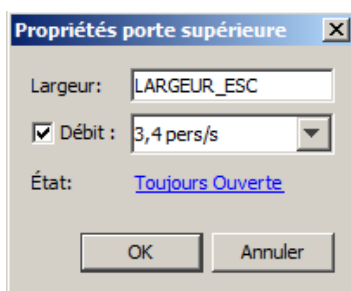

Figure 3.29 : le dialogue des propriétés d'une porte d'escalier
- **Porte supérieure** et **Porte inférieure** : en cliquant sur ces liens, le dialogue à la figure 3.29 s'affichera. Ici, les propriétés de chaque porte implicite peuvent être modifiées indépendamment de l'autre porte, y compris la **Largeur**, le **Débit** et l'**État**. Pour plus d'informations sur ces propriétés, voir Les propriétés des portes.